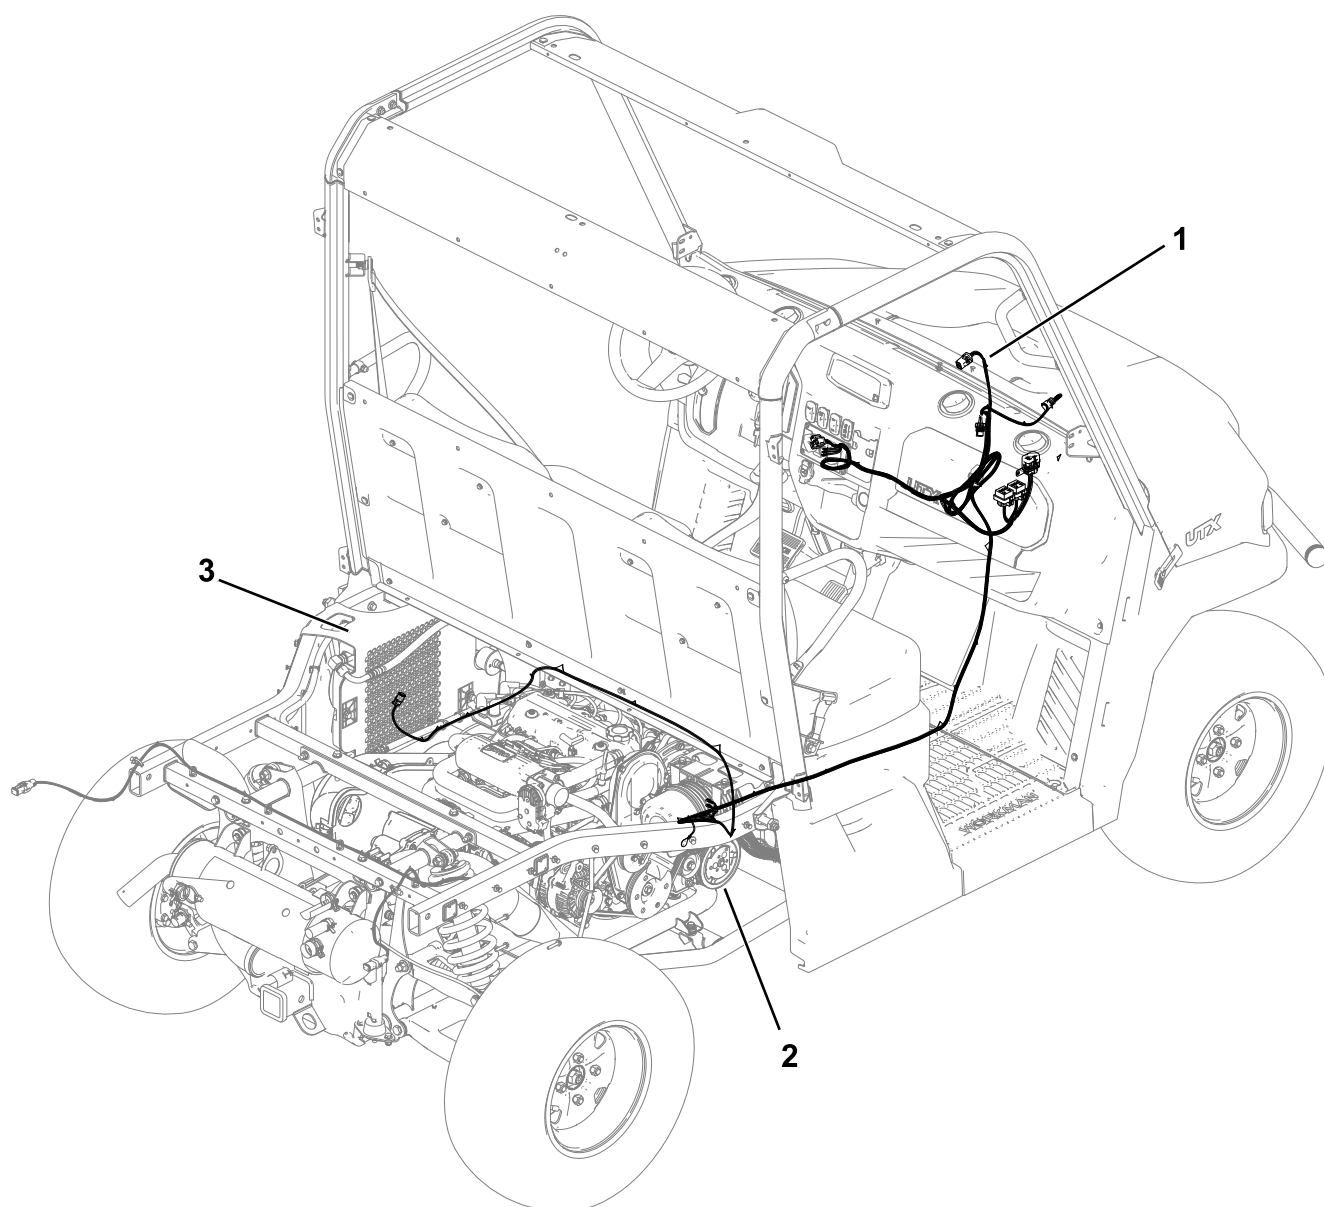

Figure 13
17. Acheminez le faisceau le long du profilé de cadre droit. Gardez le faisceau du côté intérieur du profilé (Figure 13).